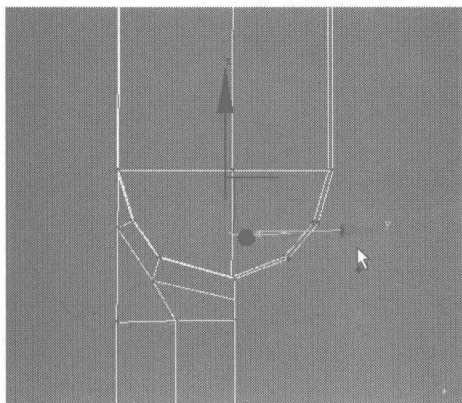

图 4.415
- 05 框选如图 4.415 所示的节点，单击右键，在弹出的快捷菜单中选择 Connect 命令，为节点之间添加细